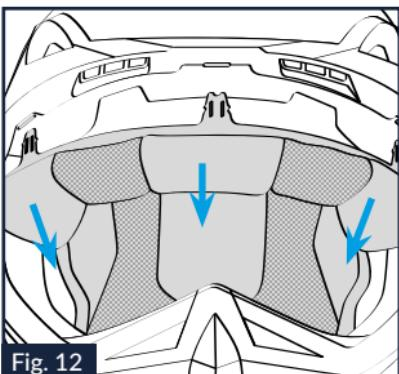

Fig. 12
8.2. Sganciare la linguetta frontale sinistra dal supporto fissato alla calotta interna al di sotto della guarnizione del bordo superiore della calotta tirando leggermente l'imbottitura di conforto verso l'interno del casco (Fig.12). Ripetere l'operazione anche con la linguetta frontale centrale e con quella frontale destra.